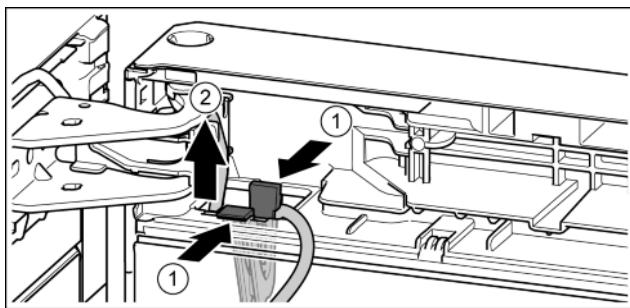

Fig. 20
- Нажать на соединительную накладку. *Fig. 20 (1)*
- Вынуть держатель кабеля с закрепленным на нем кабелем. *Fig. 20 (2)*